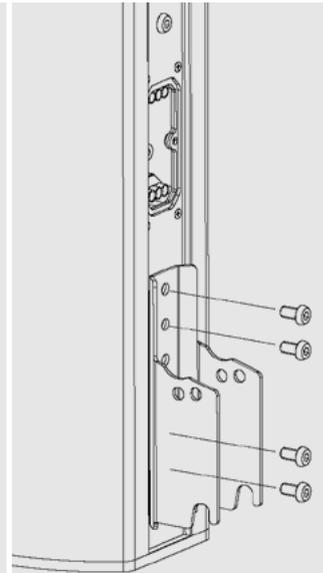

Abbildung 5
2. Verschrauben Sie den Lautsprecher mit dem Aufnahmeblech des **WLX-100 / WLX-221**. Tragen Sie mittelfesten Schraubensicherungslack auf alle Schrauben auf. Verwenden Sie bei beiden Haltern vier der eben entfernten Verschlusschrauben. Ziehen Sie alle Schrauben mit dem vorgeschriebenen Anzugsmoment fest. **SIEHE ABBILDUNG 5.**